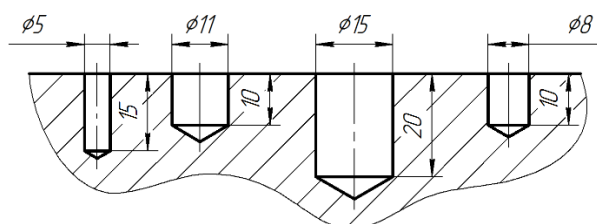

Рисунок 3.5.
39. Інструментальним блоком одночасно обробляються чотири отвори (рис. 3.5). Визначити основний час обробки отворів, якщо подача $s = 0,1$ мм/об, величина врізання та перебігу інструменту $l_{вр} + l_{пер} = 2$ мм, швидкості різання $v_{\phi 5} = 7,85$ м/хв, $v_{\phi 11} = 17,27$ м/хв, $v_{\phi 15} = 23,55$ м/хв, $v_{\phi 8} = 12,56$ м/хв.